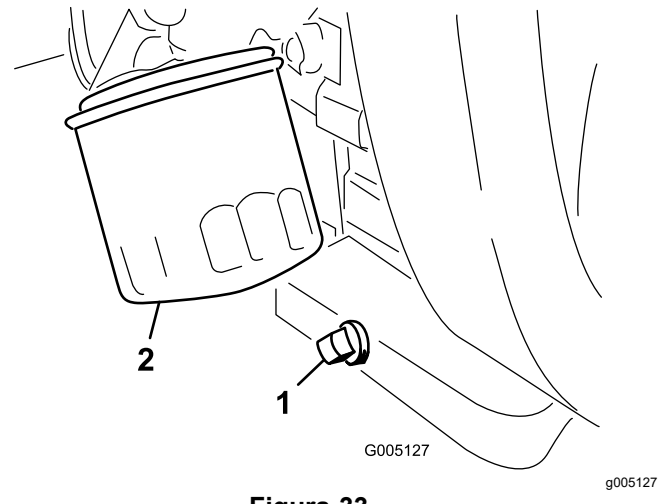

Figura 33
2. Nettoyez le filetage du bouchon de vidange, enduisez-le de produit d'étanchéité au PTFE et remettez le bouchon en place (Figura 33).
3. Déposez le filtre à huile (Figura 33).
1. Retirez le bouchon de vidange (Figura 33) et laissez couler l'huile dans un bac de vidange.